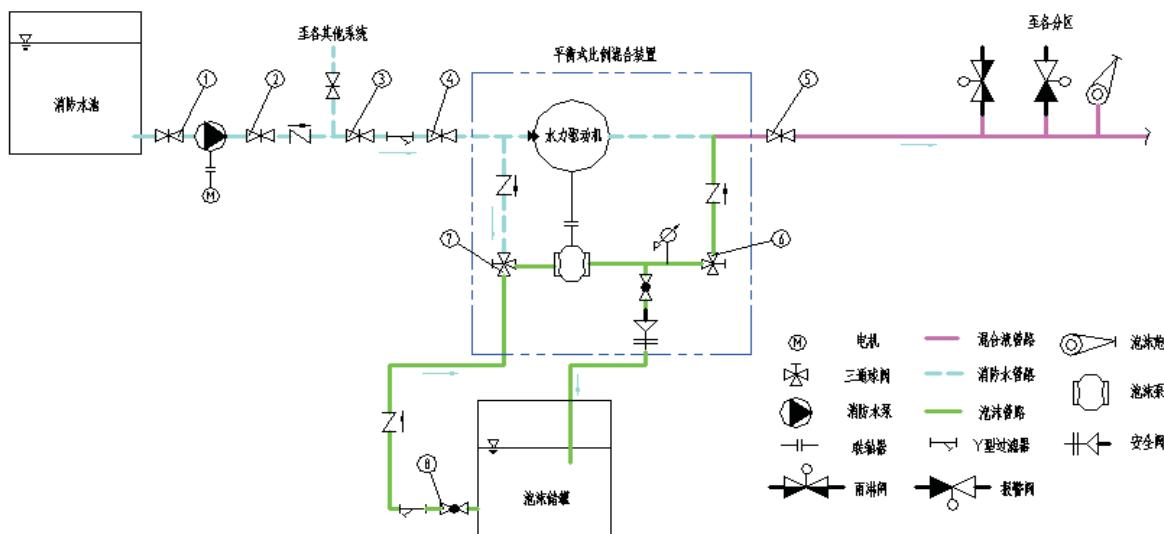

图1 平衡式比例混合装置(机械泵入式)管路连接示意图
管路设置可参照平衡式比例混合装置示意图1，由于水轮机内部构造较精密，要求在进水管路中增加Y型过滤器，过滤网≥48目（对于消防水质不太理想的，可设置两重过滤器：一粗过滤器在前，一细过滤器在后）。
- ★ 设置DN25L型三通换向阀(见图1 ⑥)在"泵-混合液通道"的位置。
- ★ 设置DN40L型三通换向阀(见图1 ⑦)在泵-泡沫液储罐的位置并打开排气阀，比例混合装置开始吸入泡沫液。直到泡沫液从排气阀排出时，关闭排气阀。
- ★ 如果吸入端管路很长，或有许多弯头等其他装置，DN40L型三通换向阀（见图1 ⑦）应该先接通"泵-冲洗管"通道使管道内充满消防水，这样隔膜泵在开启时就不会干转。
5.1 使用操作步骤：（序号见图1）